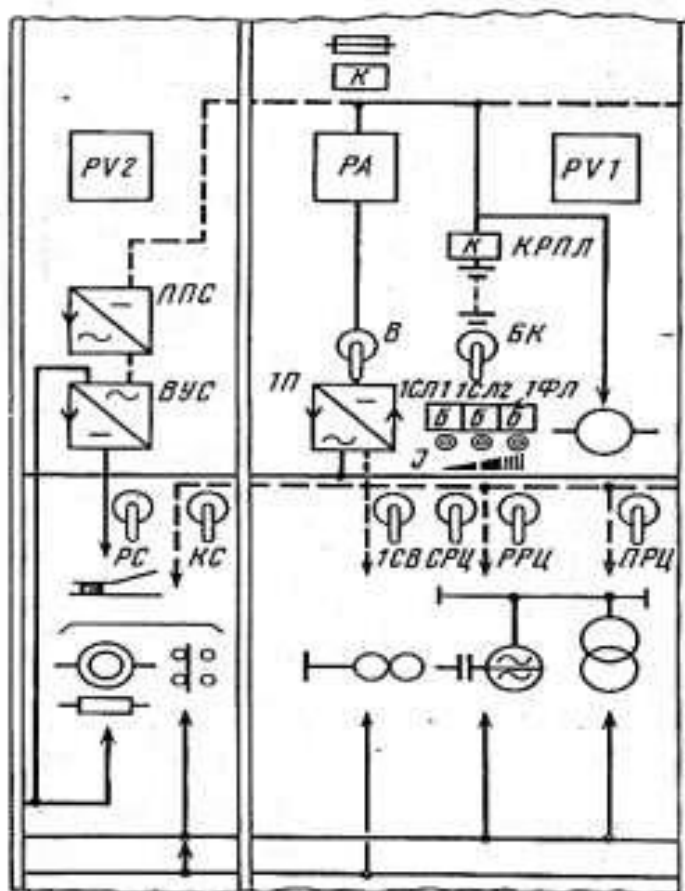

Рисунок 8. Мнемосхема разводки питания панели ПРП-ЭЦ
7.7.3. Для удобства обслуживания на лицевой стороне панели ПРП-ЭЦ отображена мнемосхема разводки питания (рисунок 8), на которой указаны основные элементы коммутации, регулировки и контроля с обозначением на ней выпрямителей, преобразователей, нагрузки, измерительных приборов и тумблеров для их включения.